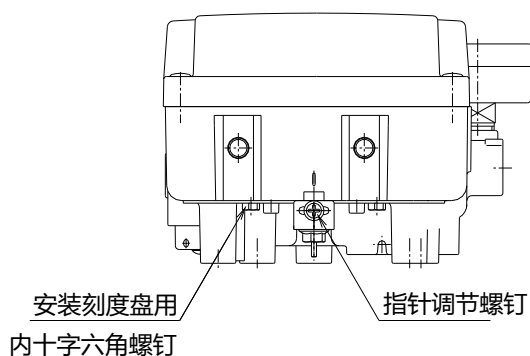

图25 指针位置调整
- (2) 使执行器在中间开度(定位器的输入信号为50%)时停止，调节刻度盘的指针使其与50%值相吻合(参考图25)。若通过指针调节无法与刻度盘的50%值一致时，应关闭气源，进行拨叉杠杆式接头和凸轮的位置调整后，再次校对零点。